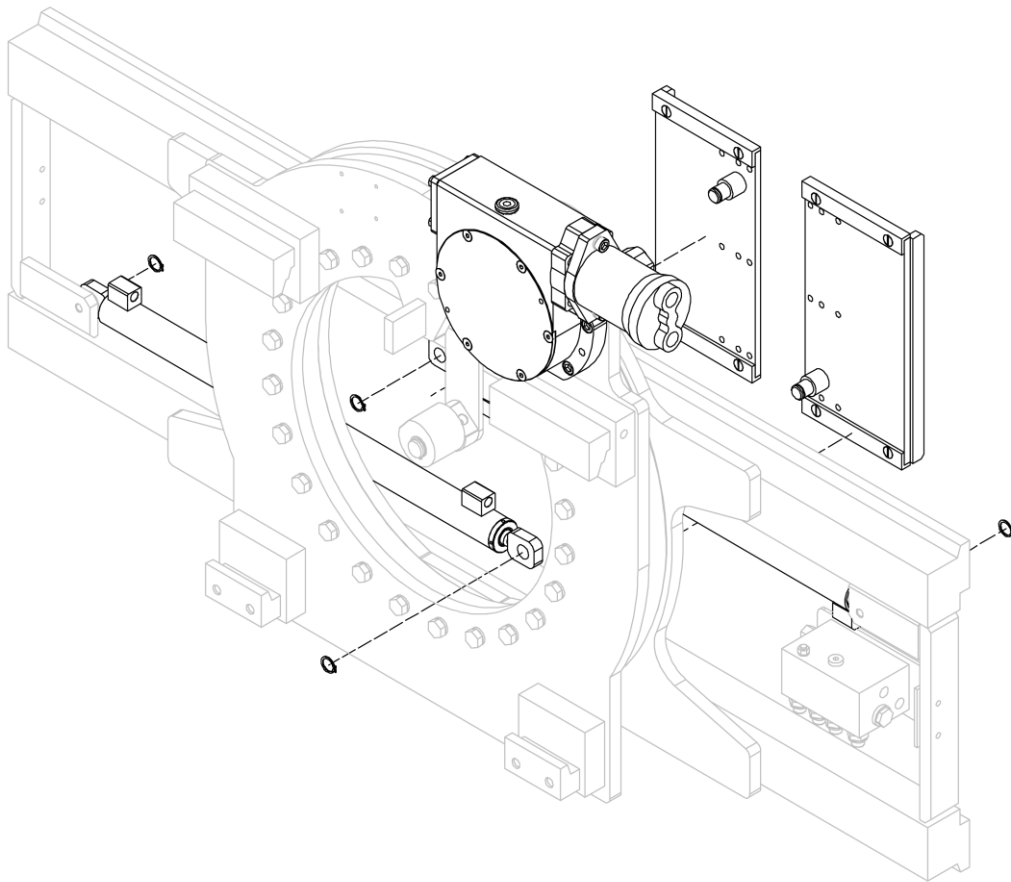

Abbildung 33
3. Entfernen Sie die Gummiringe, welche die Scheiben der Gabelzinken an den Zylindern halten, und bauen sie die Scheiben aus (siehe *Abbildung 33*).
4. Entfernen Sie die Gummiringe, mit denen die Zylinder am Rahmen des Geräts befestigt werden, und bauen Sie dann die Zylinder aus (siehe *Abbildung 33*).